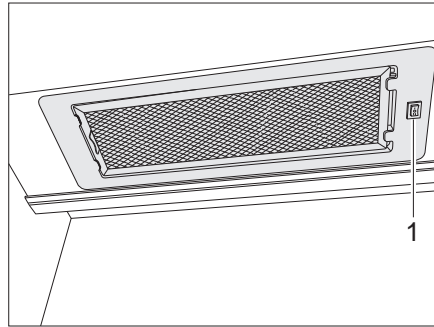

Bild 136 Dunstabzug
- Den Dunstabzug mit dem Schalter (Bild 136,1) ein- und ausschalten.